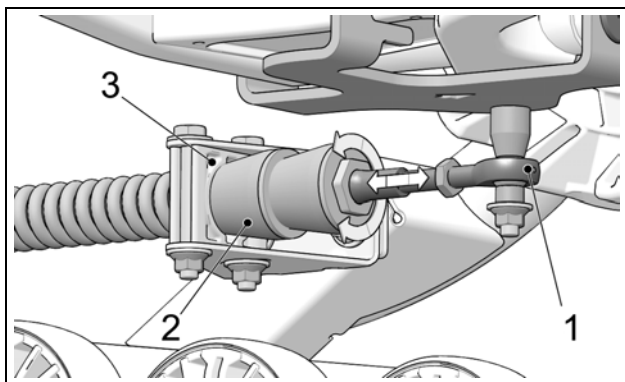

Figure 18
- Ajuster la longueur de l'embout à rotule (1) en tournant l'écrou au bras stabilisateur jusqu'à ce que le cône de caoutchouc (2) touche légèrement le support pivotant (3). Voir la Figure 18.